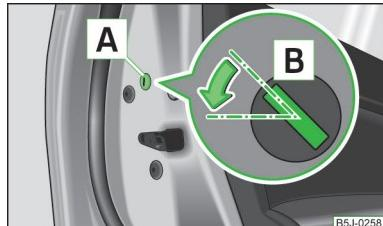

Fig. 30
- » Remove the cover **A** » Fig. 30.